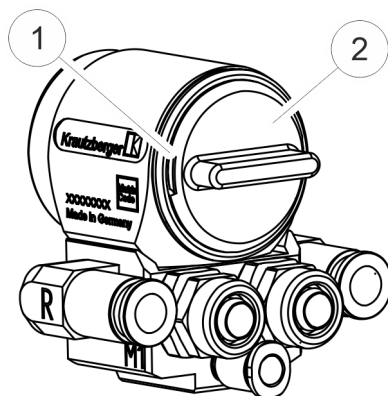

Fig. 9: Rimozione del tappo di copertura
4. ➔ Posizionare un cacciavite a taglio sulla piccola scanalatura (Fig. 9/1) e rimuovere il tappo di copertura (Fig. 9/2).
5. ➔ Allentare e rimuovere l'elemento di chiusura (Fig. 9/1) con una chiave a bussola (dimensione **SW19**).
4. ➡ Posizionare un cacciavite a taglio sulla piccola scanalatura (Fig. 9/1) e rimuovere il tappo di copertura (Fig. 9/2).